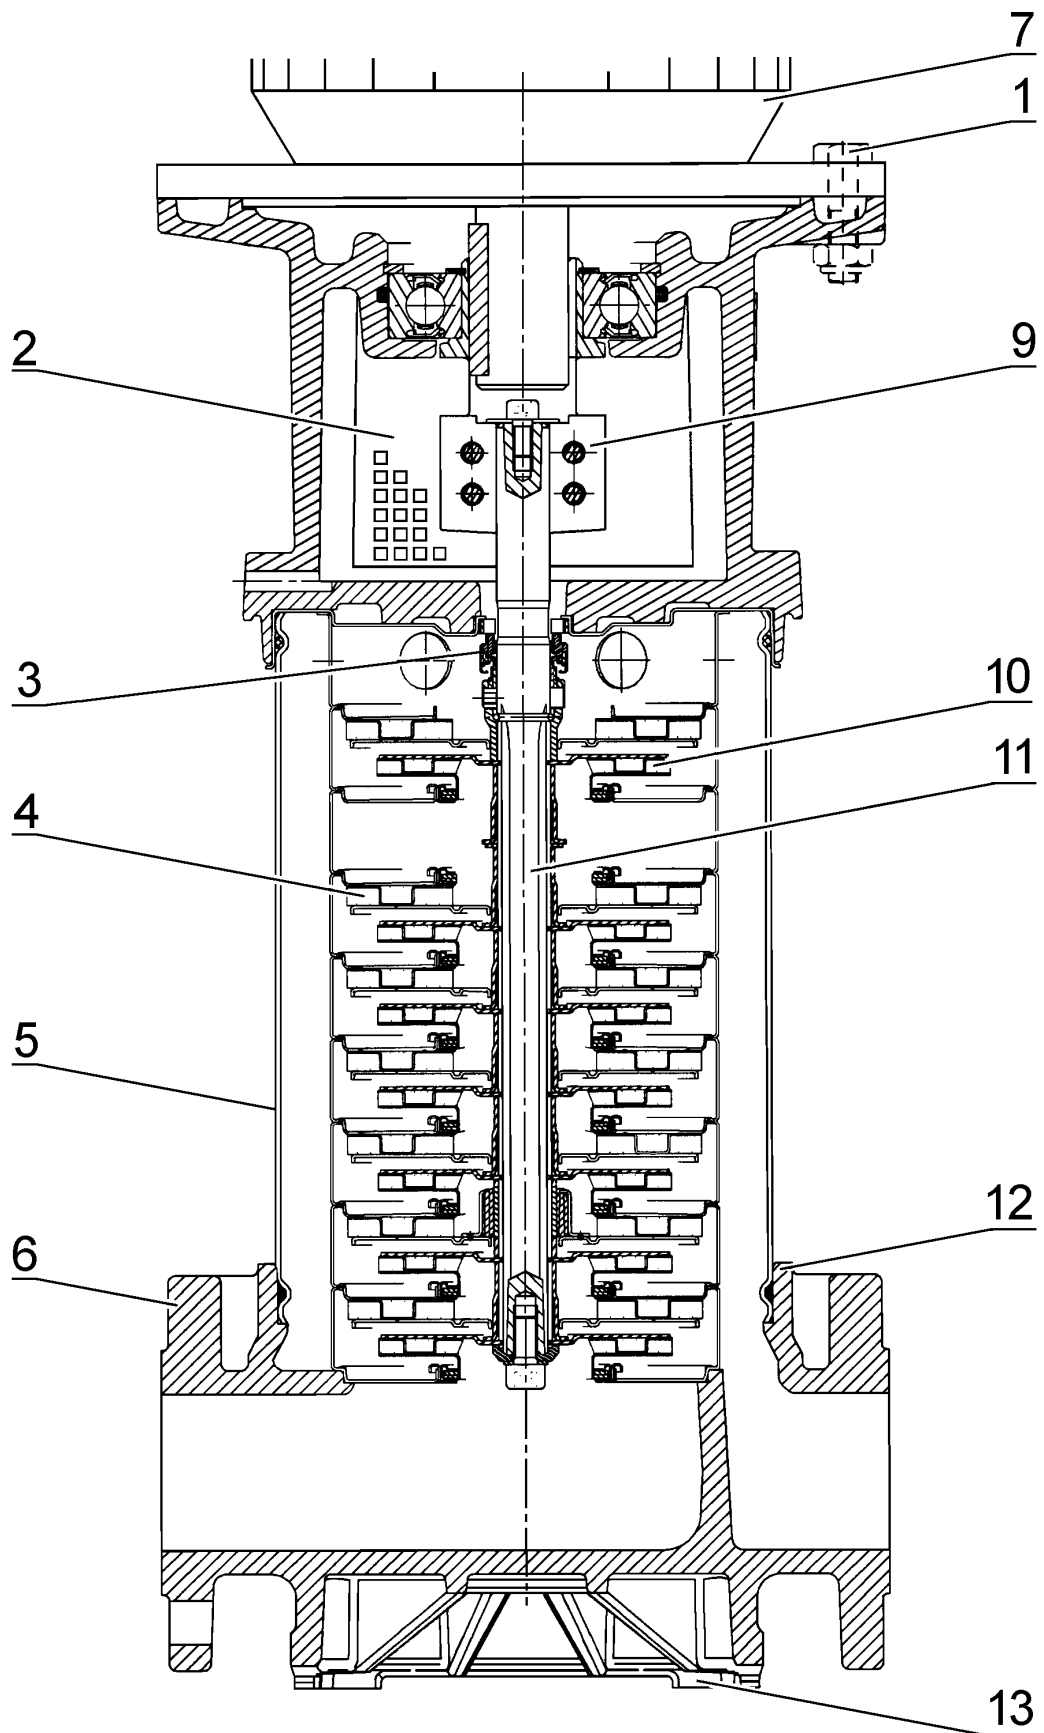

РИС. 1
Многоступенчатый (2–16 ступеней), нормальновсасывающий, вертикальный, центробежный насос высокого давления. Конструкция – Inline - всасывающий и напорный патрубки находятся на одной линии. Возможно 2 исполнения: на PN16 и PN25 с одинаковыми всасывающим и напорным патрубками. Насос (рис. 1) размещен на чугунной плите (13), которая служит основой. Корпуса ступеней (4) выполнены в виде модульной конструкции. Рабочие колеса (10) собраны на одном валу (11). Гильза (5) обеспечивает надежную герметичность. Все детали, контактирующие с перекачиваемой средой (корпуса ступеней, рабочие колеса), выполнены из нержавеющей хромоникелевой стали. Основание насоса (12) с фланцами (6) с покрытием GG25 (до 85°C) или из хромоникелиевой стали (по запросу).
- Разместить клеммную коробку в нужное положение можно путем поворачивания мотора (минимально на 90°), для чего надо отжать соединительные болты двигателя (рис. 1, поз. 1).